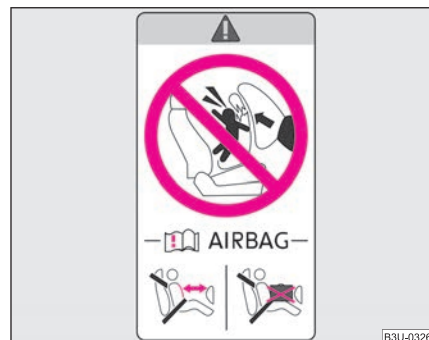

Fig. 174 Adhesivo en el montante central de la carrocería, lado del acompañante
- Este hecho lo indica también el adhesivo que se encuentra en el montante central de la carrocería del lado del acompañante. ⇒ fig. 174 El adhesivo es visible al abrir la puerta del acompañante. Para algunos países se pega el adhesivo también en la visera parasol del acompañante. ▶